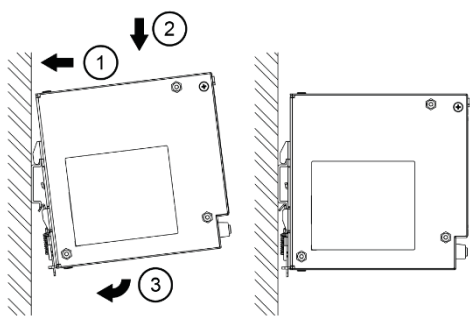

图. 6.1 安装
1. 将电源向上倾斜, 插入导轨后咬合, 如图 6.1 所示。